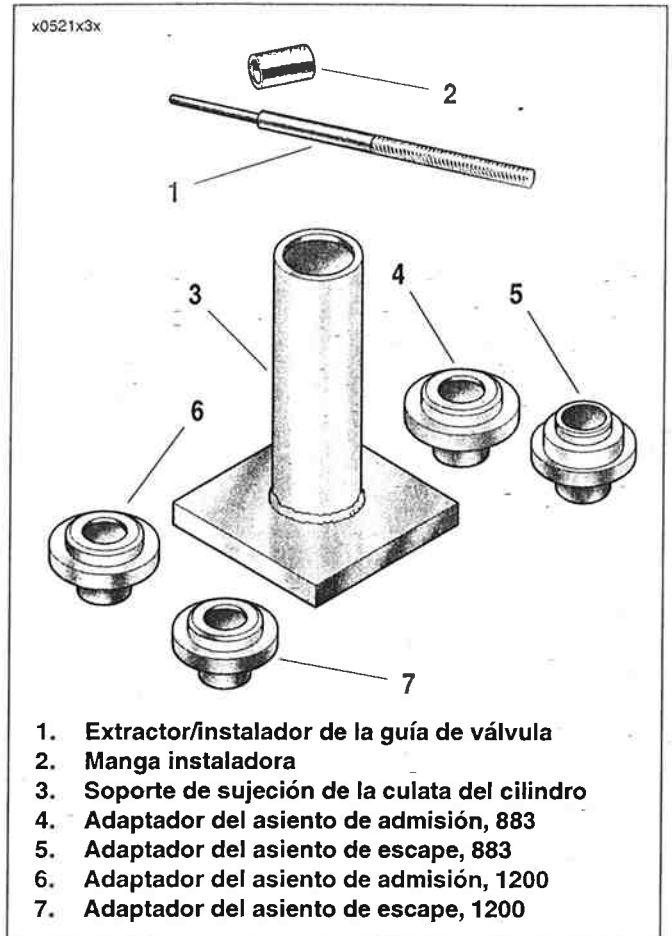

Figura 3-34. Herramientas de reemplazo de las guías de válvula
1. Vea la Figura 3-34. Prepare la culata del cilindro para el reemplazo de la guía de la válvula.
- a. Inserte la manga de la admisión (4 ó 6) o escape (5 ó 7) del adaptador de asientos dentro del tubo en la parte superior del soporte de sujeción de la culata del cilindro (3).
Manga instaladora (artículo 2, Figura 3-34.) no se usa para la extracción de la guía de la válvula.
- a. Vea la Figura 3-34. Inserte la manga del adaptador de admisión (4 ó 6) o de escape (5 ó 7) dentro del tubo en la parte superior del soporte de sujeción de la culata del cilindro (3). Coloque la culata del cilindro para que el asiento de la válvula quede centrado en el adaptador del asiento.